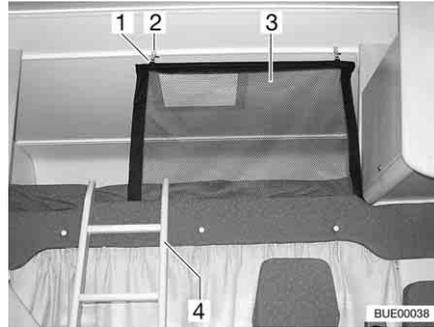
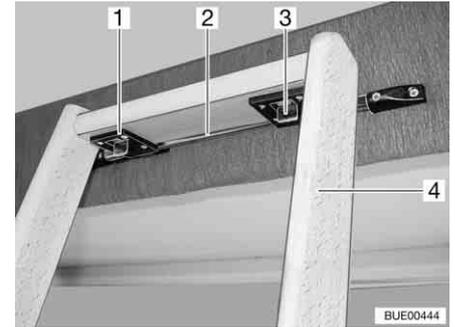

Fig. 110 Lit de capucine
Fig. 111 Echelle de montée, dispositif de verrouillage
**Echelle de montée** Toujours monter sur le lit de capucine avec l'échelle de montée (Fig. 110,4 et Fig. 111,4) de série.
- Accrocher l'échelle avec les deux crochets (Fig. 111,1) à la barre (Fig. 111,2) sur le bandeau du lit de capucine.
- Pousser les deux dispositifs de verrouillage (Fig. 111,3) vers l'avant.
**Filet de sécurité** Le filet de sécurité (Fig. 110,3) de série est rangé entre le matelas et le sommier à lattes. Ne tendre le filet de sécurité qu'une fois que les personnes se trouvent dans la capucine.
- Accrocher le support (Fig. 110,1) dans les œillets du plafond (Fig. 110,2).